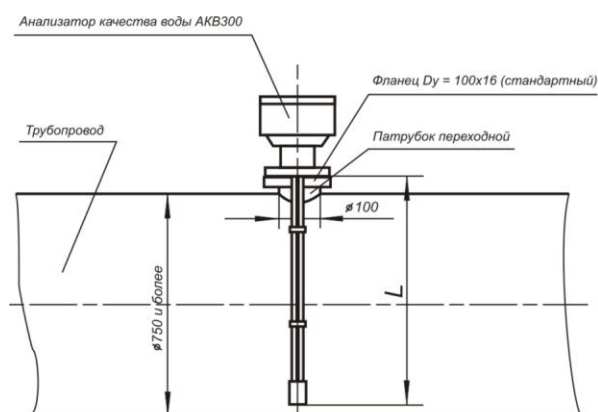
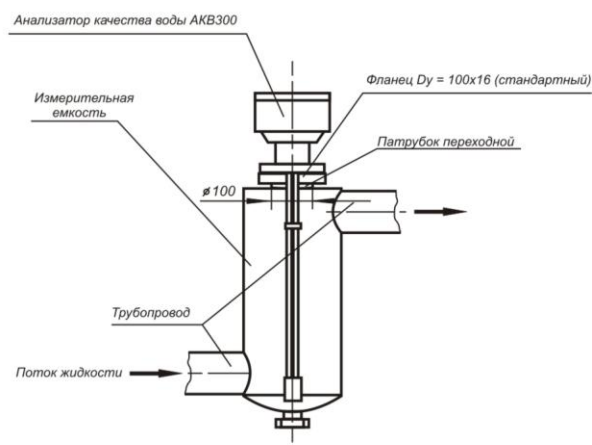

Рис.1. Установка датчика АКВ300 на трубопроводе
Рис.2. Установка датчика АКВ300 на измерительной емкости
4.1. Выбор места установки датчика АКВ300. Датчик АКВ300 устанавливается на водяных трубопроводах на фланцевом патрубке, если диаметр трубопроводной линии более 750 мм (Рис.1). В случаях, когда диаметр трубопровода менее 750 мм, для установки АКВ300 необходимо изготовить специальную измерительную емкость, которая должна быть врезана в трубопроводную линию в вертикальном или горизонтальном виде (Рис.2).